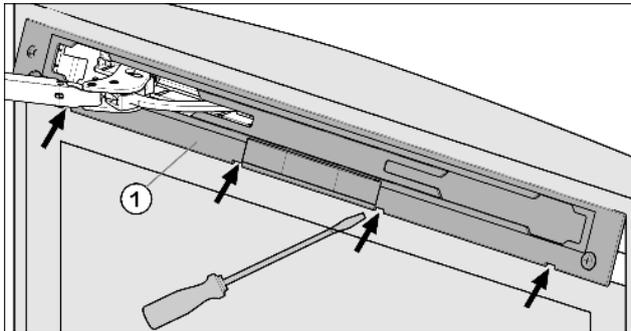

Fig. 4
- ▶ Выведите накладку Fig. 4 (1) из зацепления и снимите ее с помощью шлицевой отвёртки.